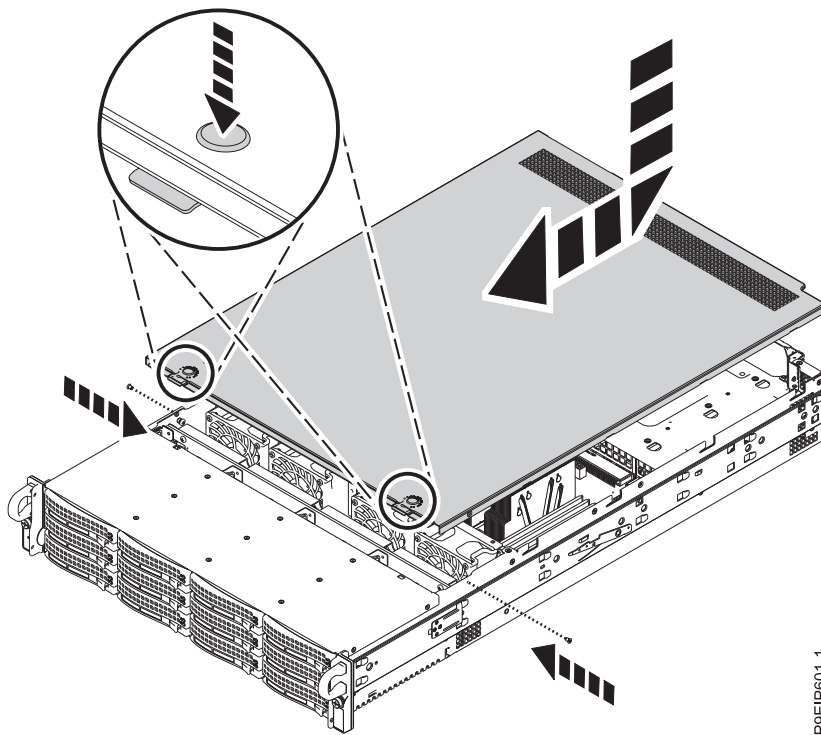

Figure 68. Remise en place et sécurisation du capot
2. Faites glisser le capot vers l'avant jusqu'à ce qu'il s'encastre, comme indiqué dans la figure 68.